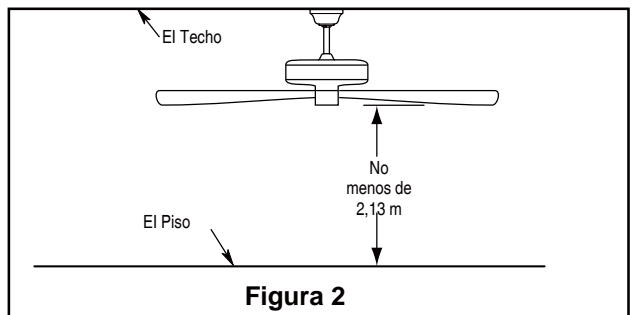

Figura 2
2. Retire el clip de horquilla y pasador de horquilla de la parte inferior de la bola para colgar. Retener el pasador y clip para la reinstalación en el paso 4. (Figura 2)
Debe colgar el ventilador a una distancia mínima de 2,13 m desde las aspas hasta el piso. (Figura 2)
1. Conecte el conductor verde con conexión a tierra de la bola para colgar y el conductor verde con conexión a tierra de la abrazadera para colgar al conductor de suministro con conexión a tierra (posiblemente un conductor desnudo o un cable con aislante verde). Conecte los cables a los conectores provistos de forma segura. Conecte el conductor blanco del motor del ventilador al conductor blanco (neutro) mediante el conector provisto de forma segura. Conecte el conductor negro del motor del ventilador y el conector azul al conducto negro mediante el conector provisto de forma segura. (Figura 2)
2. Coloque y ajuste firmemente la cubierta para el tornillo de la base sobre los tornillos de reborde de la abrazadera para colgar mediante el mecanismo de seguro por giro del chavetero. (Figura. 2)
2. Retire uno de los tres tornillos de la abrazadera de soporte. Afloje ligeramente los dos tornillos restantes. Instale la Unidad de placa de luces a la motor utilizando las dos ranuras principales de la placa de conexión. Vuelva a colocar el tercer tornillo y asegure los tres tornillos. (Figura 2)
- 2. Para que el ventilador sea funcional, instale las pilas (incluidas) de 23A/12V en el transmisor del mando a distancia. Mientras el ventilador esté apagado. A continuación, siga el proceso de fijación remota de código. Si no se utiliza el ventilador durante un largo periodo de tiempo, extraiga la batería para evitar cualquier daño al transmisor. Almacene el mando a distancia en un lugar alejado del calor o la humedad excesiva. (Figura 2)